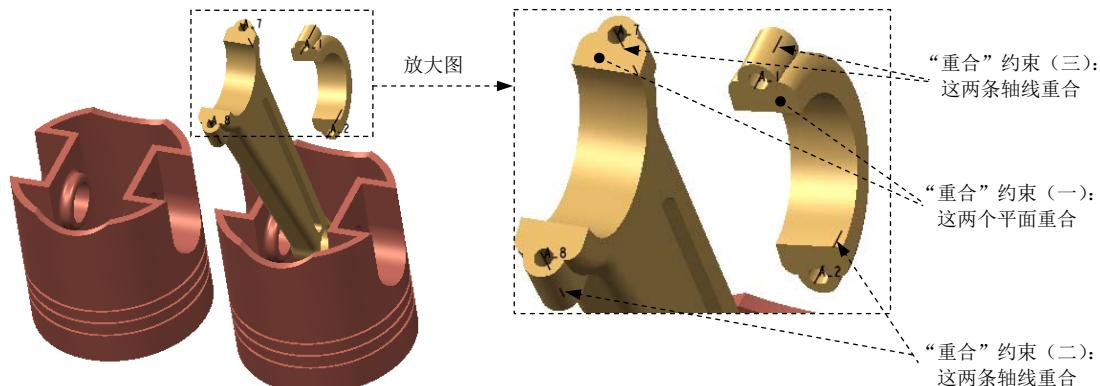
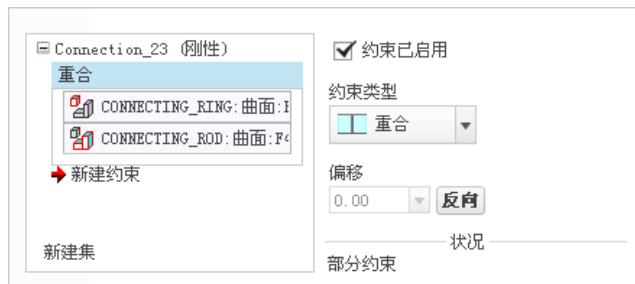

图 9.3.23 创建刚性 (Rigid) 连接
图 9.3.24 “放置”界面
Step13. 引入元件 CONNECTING_RING.prt，并将其调整到图 9.3.23 所示的位置（隐藏元件 CRANKSHAFT）。
(1) 在连接列表中选取 **刚性** 选项，此时系统弹出“元件放置”操控板，单击操控板菜单中的 **放置** 选项卡。
(2) 定义“重合”约束 (一)。在 **约束类型** 下拉列表中选择 **重合** 选项，选取图 9.3.23 所示的两个平面为“重合”约束 (一) 的参考，此时 **放置** 界面如图 9.3.24 所示。
(3) 定义“重合”约束 (二)。在 **放置** 界面中单击 **新建约束**，在 **约束类型** 下拉列表中选择 **重合** 选项，选取图 9.3.23 中的两条轴线为“重合”约束 (二) 的参考，此时 **放置** 界面如图 9.3.25 所示。
(4) 定义“重合”约束(三)。参考步骤(3)，选取图9.3.23中的两条轴线为“重合”约束(三)的参考，此时**放置**界面如图9.3.26所示。
(5) 单击操控板中的**√**按钮，完成刚性连接的创建。